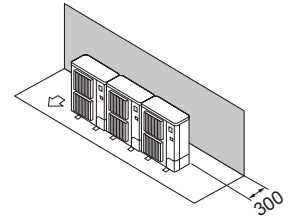

Fig. 2-12
- ① Esteitä vain takana (Fig. 2-12)